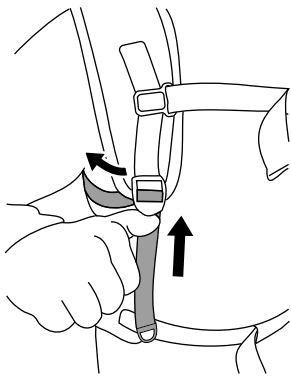

Figure 13
6. Si les sangles d'épaules ou les sangles de levage de charge sont trop serrées, poussez les dispositifs de réglage vers le haut pour les allonger (Figure 13).